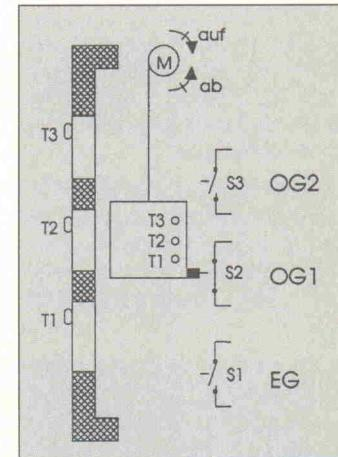

Bild 1. Man kann den türlosen Aufzug über drei Taster t1...t3 rufen und steuern. Die Kontakte s1...s3 schließen, wenn das jeweilige Stockwerk erreicht ist.
Beim Aufzug handelt es sich um eine Art Paternoster, also ein türloses Modell. Er bedient die drei Stockwerke Erdgeschoß (EG), 1. Etage (OG1) und 2. Etage (OG2) und wird mit denselben Tasten gerufen wie gefahren. Eine Aufzugsanforderung wird nicht zwischengespeichert – befindet sich gerade jemand auf dem Weg zwischen den Stockwerken, muß man erneut aufs Knöpfchen drücken. Bild 1 zeigt eine Skizze des Aufzugsmodells, Bild 2 ist das Zustandsdiagramm der Steuerung und den AHDL-Source-File ‘Aufzugssteuerung’ findet man im nebenstehenden Kasten.